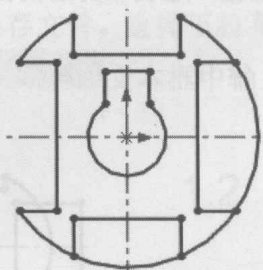

图 1.2.10 镜像草图 2
Step9. 镜像草图 2。参照 Step8 的方法镜像草图，如图 1.2.10 所示。